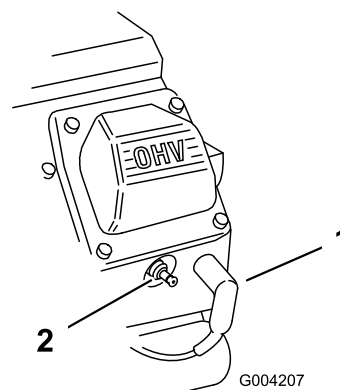

Figura 50
2. Staccate i cappellotti delle candele (Figura 50).
3. Collegate i cappellotti alle candele (Figura 50).